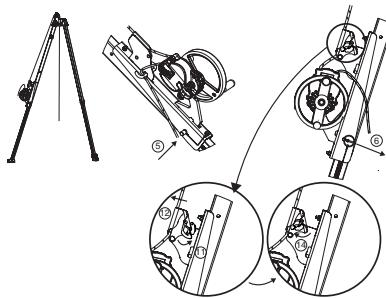

Fig. 9
**BELANGRIJK:** Let op de montagerichting: de blokkeerinrichting van de streng dient naar de bovenkant van de tracpode-drievoot gericht te zijn (Fig. 9).
5. Plaats de verankerbroche van de console van het derope™-toestel UP R. Deze verankerbroche heeft twee functies: vergrendelen van de poot van de tracpode-drievoot en verankeren van de console van het derope™-toestel UP R op deze poot (Fig. 9, 5).
6. Vergrendelen van de verankerbroche door de clipstift (Fig. 9, 6).
11. Open de kleminrichting van de streng van de console (Fig. 9, 11).
12. Plaats de streng die uit het derope™-toestel stekt in de kleminrichting van de streng van de console (Fig. 9, 12).
14. Sluit de kleminrichting van de streng (Fig. 9, 14).